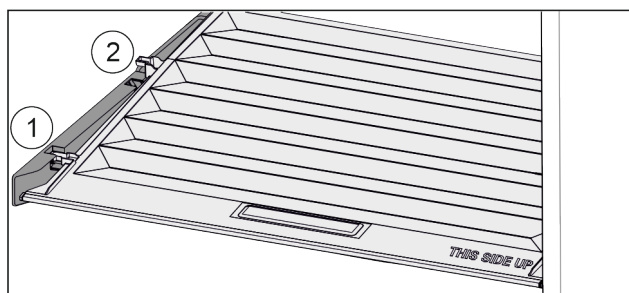

Fig. 131
- ▶ Vytáhněte víko dopředu až k otvoru v přídržných dílech Fig. 131 (1).
- ▶ Vzadu zespuďu nadzvedněte a vyjměte směrem nahoru Fig. 131 (2).